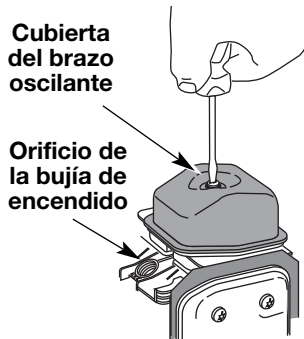

Fig. 31
5. Limpie la suciedad de alrededor de la cubierta del brazo oscilante. Saque el tornillo que sostiene la cubierta del brazo oscilante con un destornillador grande de vástago plano o con una broca Torx T-25 (Fig. 31). Saque la cubierta y la junta del brazo oscilante.